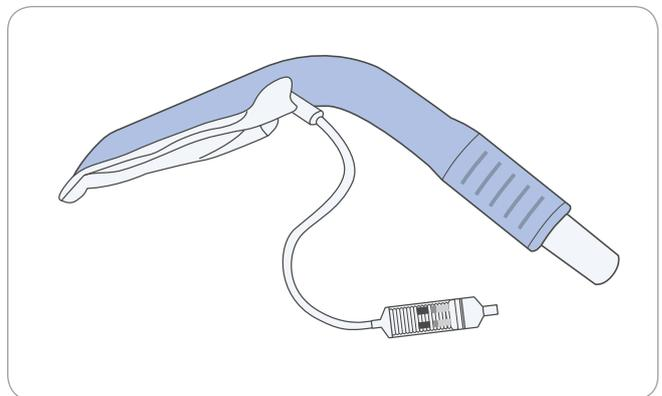

Figura 8. Después de doblar el manguito en ángulo durante el desinflado, desconecte la jeringa de la línea de inflado
4. Mantenga la jeringa en tensión mientras la desconecta rápidamente del orificio de inflado. De esta forma, se asegurará de que la mascarilla permanece correctamente desinflada, como se muestra en la **Figura 8**.